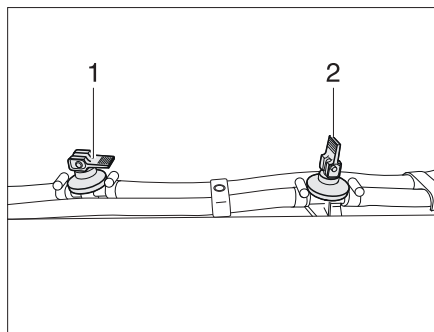

Bild 267 Ablasshahn
- Alle Ablasshähne öffnen. Dazu den Kipphebel (im Bild 267,2) senkrecht stellen.